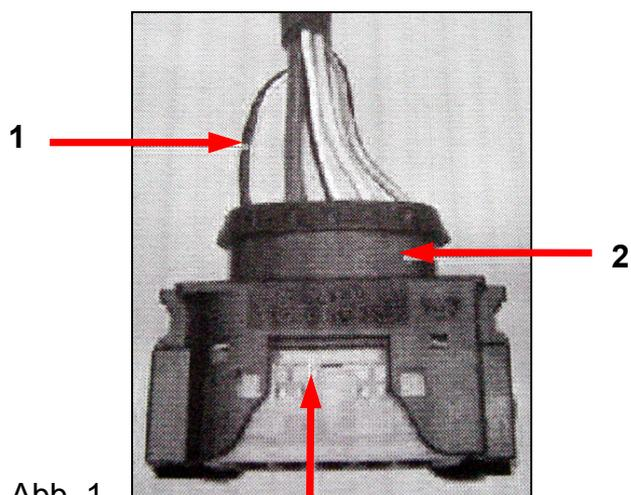

Abb. 1
- Verriegelung vom Steckkontakt der Versorgungsleitung (s. Abb. 1, Punkt 1), mit einem geeignetem Werkzeug lösen und aus dem Zentralstecker (s. Abb. 1 Punkt 2) herausziehen. Farben der Versorgungsleitung: **rechts:** schwarz/grün
- **Vorsicht!** Bei einigen Steckern muss vorher noch der Sicherungsbügel für alle Kontakte entriegelt werden (s. Abb. 1 Punkt 3).